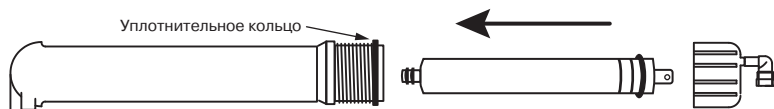

Рис. 15
2. Установите мембрану. Для этого отсоедините трубку от быстроразъемного коннектора крышки колбы мембраны. Открутите крышку колбы мембраны. Смажьте силиконовой смазкой резиновые уплотнения мембраны. Установите мембрану в корпус согласно **рис. 15**. Смажьте силиконовой смазкой уплотнение крышки колбы мембраны и аккуратно установите его на колбу. Закрутите крышку колбы мембраны и пристыкуйте трубку. Следите, чтобы уплотнительное кольцо крышки колбы было установлено на колбе без перекосов.